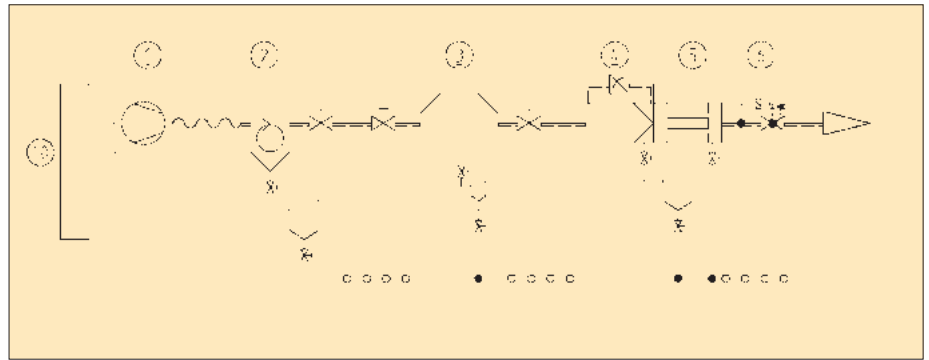

Abb. 3: Druckluftaufbereitung für Anwendungen in der Verpackungstechnik bei sauberem Netz.
- 1.1 Neues oder gereinigtes Netz. In diesem Fall kann die Druckluft zentral nach folgendem Schema aufbereitet werden (Abb. 3).